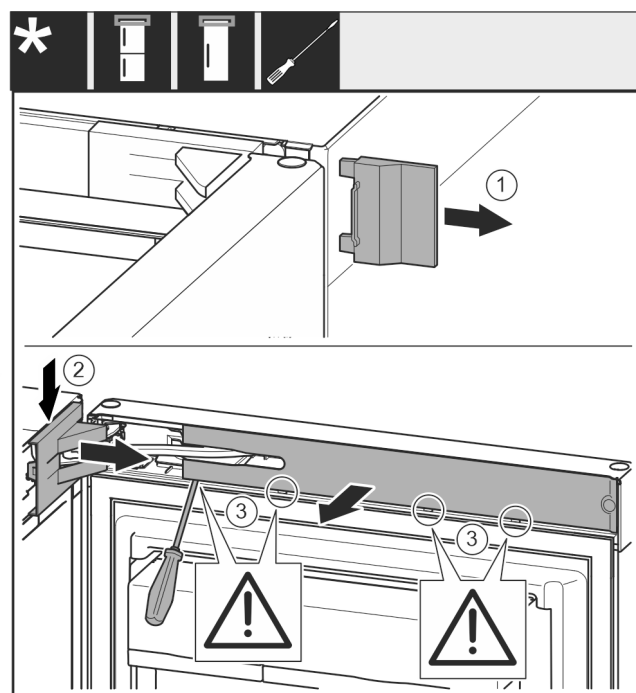

Fig. 8
- Sejměte kryt Fig. 8 (1).
- Odjistěte a uvolněte kryt stojanu ložiska Fig. 8 (2).
- Sejměte kryt stojanu ložiska Fig. 8 (2).
- Plochým šroubovákem vyjměte záslepku Fig. 8 (3) a otočte ji ke straně.